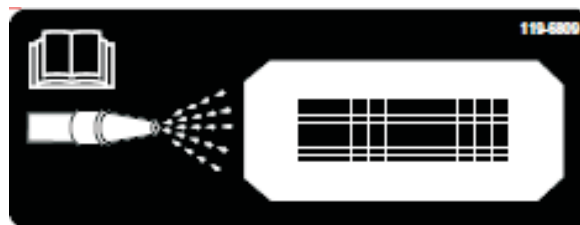
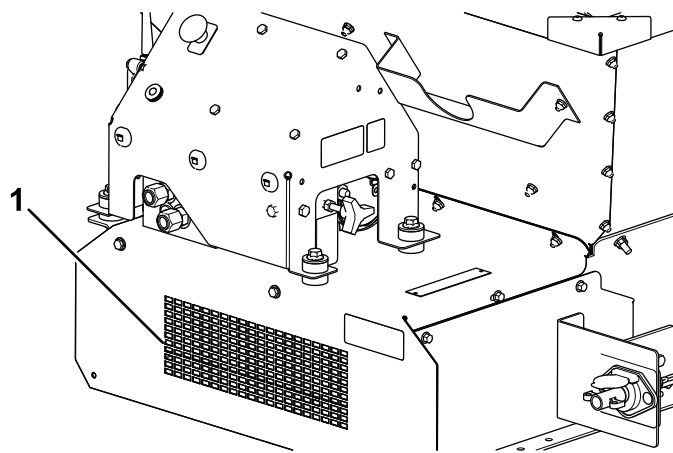

Figura 61
Figura 62
11. Localizați autocolantul cu privire la curățare de la partea frontală a mainii (Figura 61) și, folosind un furtun de grădină, pulverizați prin plasa de protecție frontală până când placa de protecție de la partea inferioară este complet eliberată de material (Figura 62).